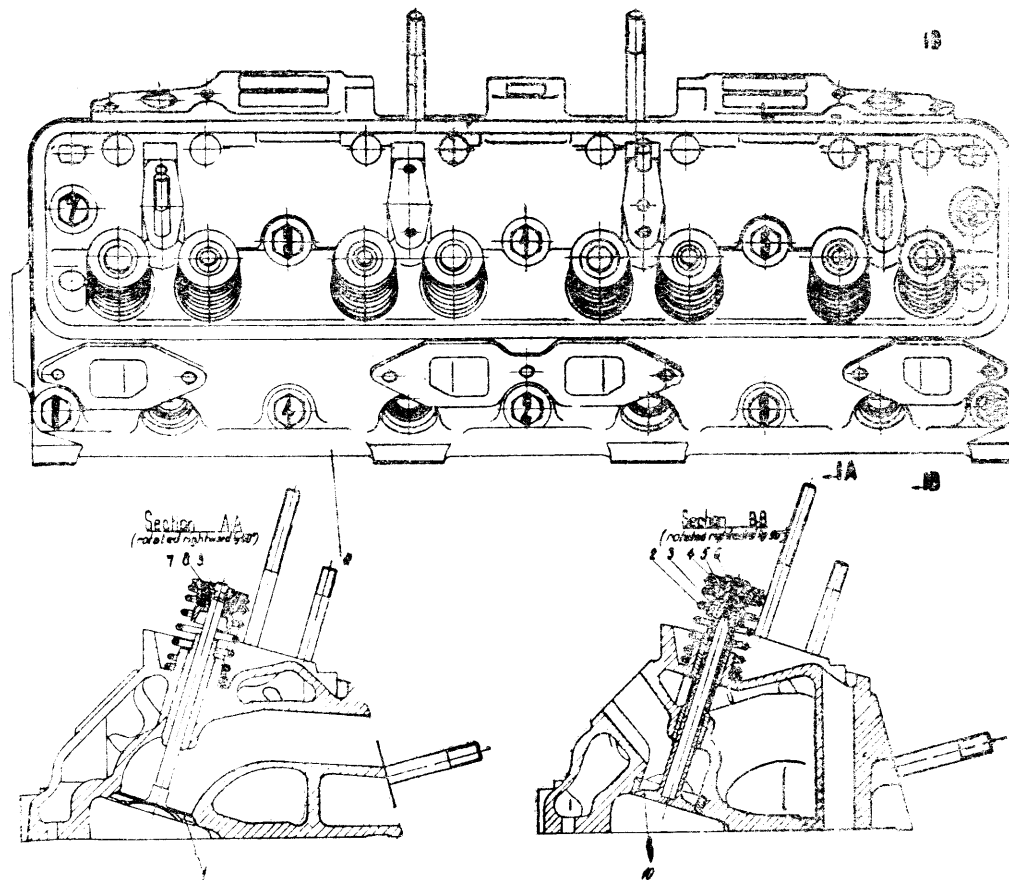
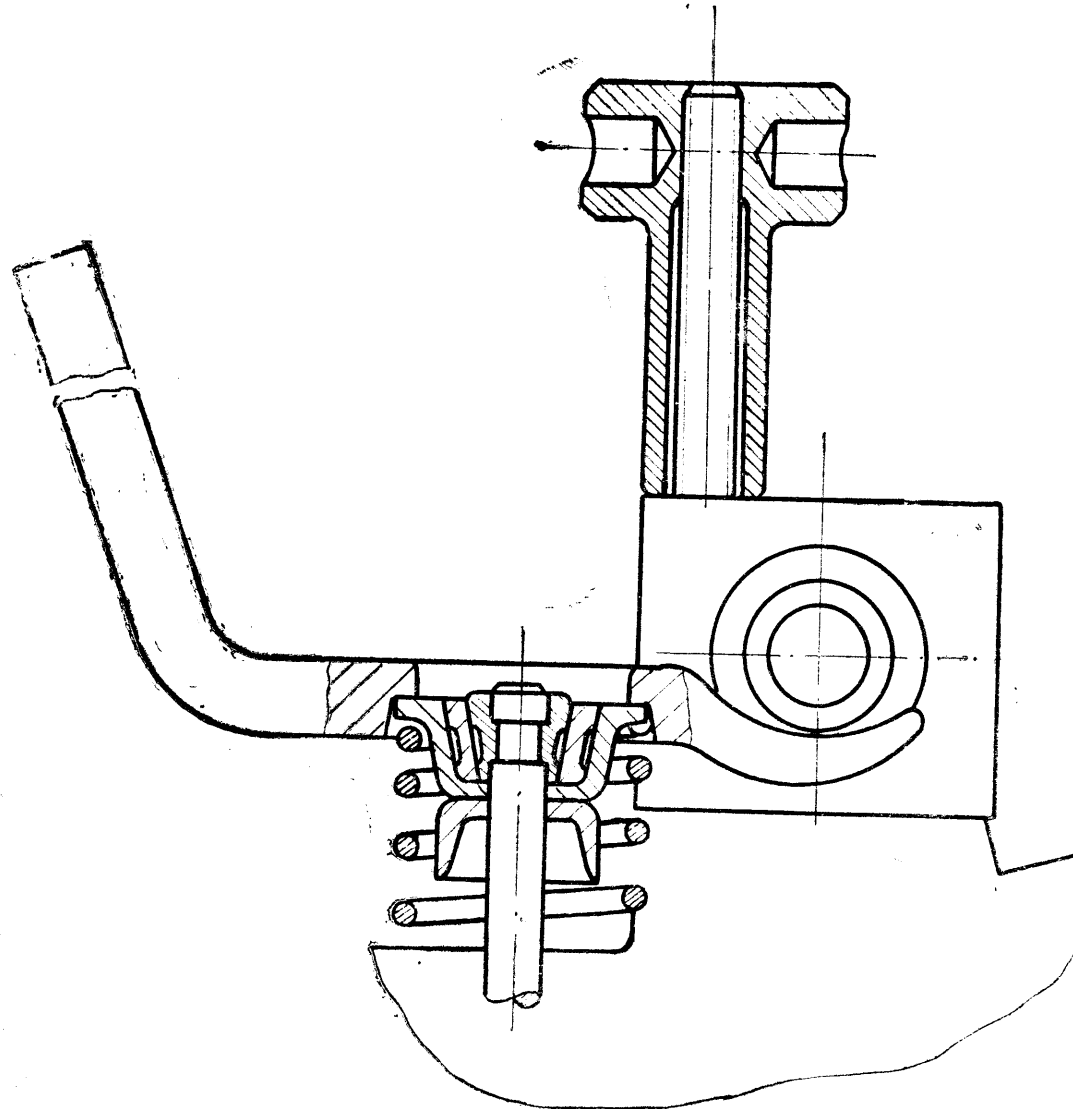
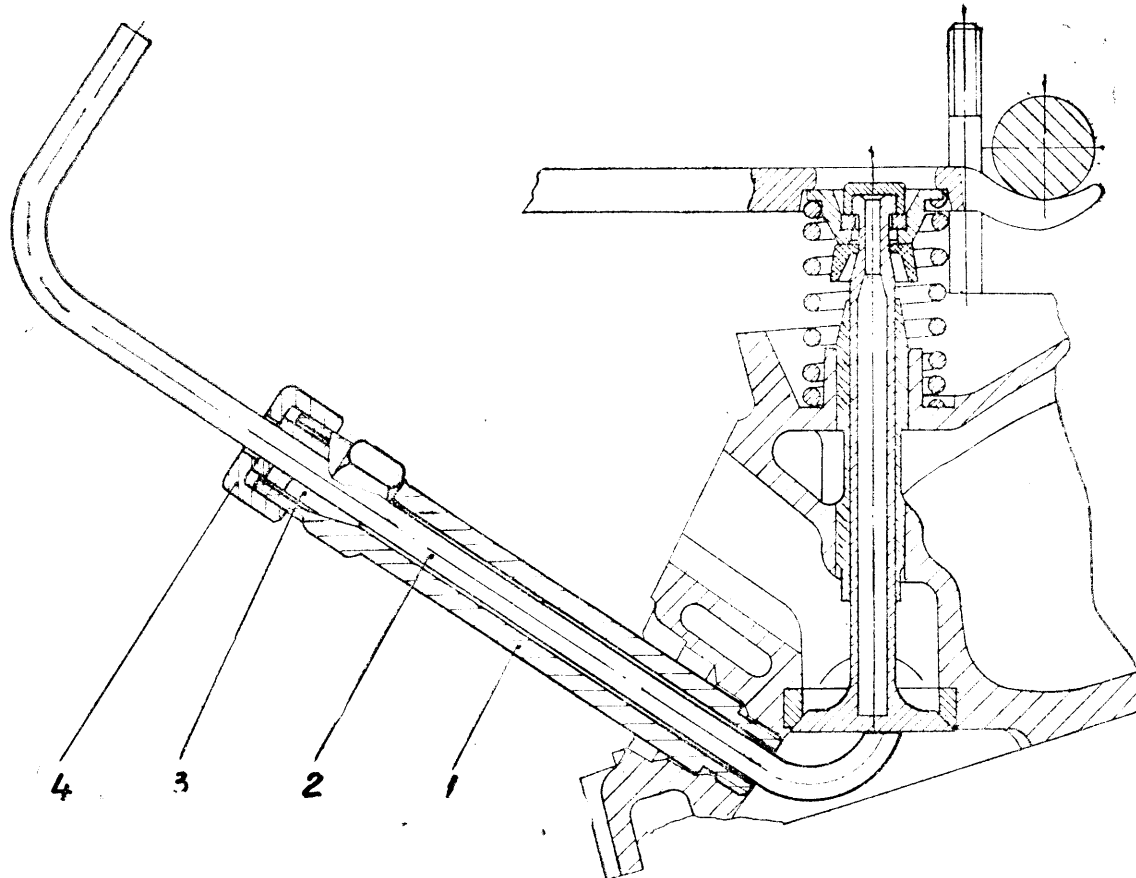

Abb. 11. Bauteilgruppe Zylinderkopf
Abb. 12. Ausbau der Ventile mit der Vorrichtung M-7.
Abb. 13. Auswechseln der Ventildeder ohne Ausbau des Zylinderkopfes, mit Hilfe der Vorrichtung M-8
— Die Befestigungsschrauben des Zylinderkopfes werden in umgekehrter Reihenfolge zu der in Abb. 11 angegebenen, abgeschraubt.
3.5.6.1. Auseinandernehmen des Zylinderkopfes (Abb. 11).
linderkopf auszubauen, unter Benutzung der Vorrichtung M-8. Dazu Zylinderkopfdeckel abnehmen, Kipphebelstellschraube bis zum Anstoss ausschrauben und Zündkerze ausbauen. Vorrichtung M8 gemäss Abb. 13 anbringen. Kipphebel beiseiteschieben, Vorrichtung M7 gemäss Abb. 12, anbringen, Feder zusammendrücken, Pastillen, Federteller und gebrochene Feder abnehmen.
— Die Teile der Ventiluntergruppe gemäss Abb. 11 in folgender Reihenfolge einbauen: Schutzhülse mit der Hölzung nach unten, dann Feder und Federteller auf dem Ventilschaft anbringen. Dann wird die Feder mit der Ventil Einbau- und Ausbautvorrichtung M-7, wie in Abb. 12, zusammengedrückt